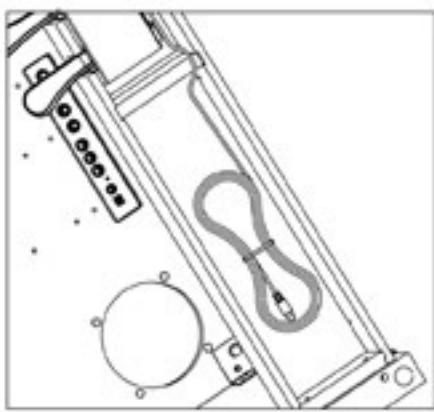

Fig. 3
- 2)** Retirez les protections en nylon et mousse des parties en bois et libérez le câble pédales sous la traverse comme indiqué sur la Fig. 3